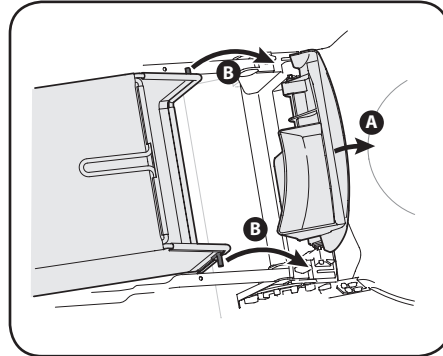

Figure 2-12
1. Retirez les écrous à oreilles (a) et les boulons ordinaires (b) du guidon. Voir la Figure 2-12.
2. Choisissez la position la plus confortable parmi les trois positions possibles. Voir le détail de la Figure 2-12.